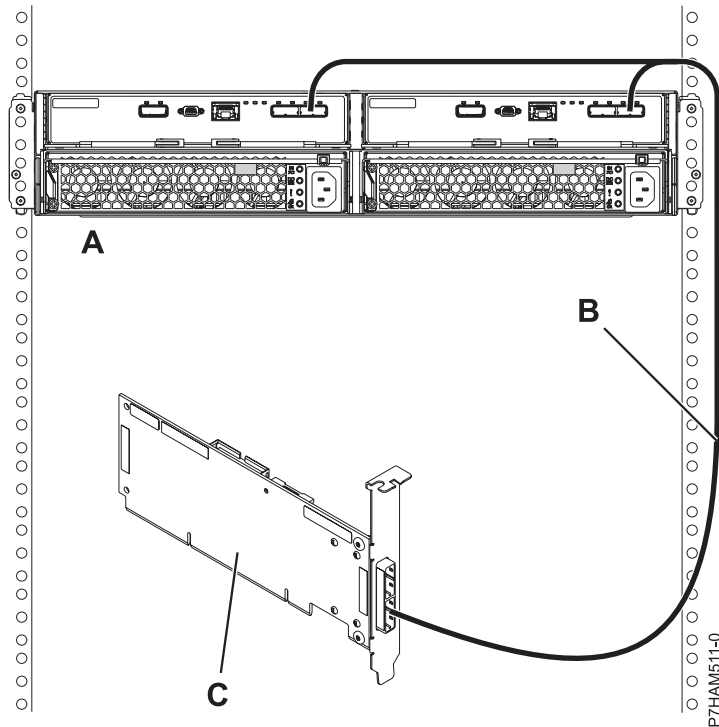

Figure 29. Mode 1 de connexion d'un boîtier d'unité de disque 58/87 via un câble YO à un adaptateur SAS unique
- i. Effectuez la connexion de mode 1 d'un boîtier d'unité de disque 58/87 (A) via un câble YO (B) vers un adaptateur SAS unique (C), comme illustré dans la figure 29, à la page 28.